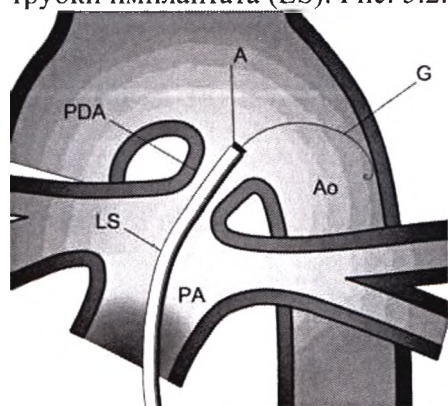

Рисунок 5.2.7
Продвигайте вперед толкатель (P) до тех пор, пока изделие не достигнет конца длинной трубки имплантата (LS). Рис. 5.2.7